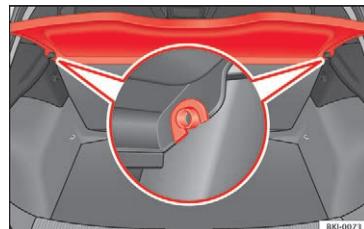

Fig. 141 I bagagerummet: af- og påmontering af bagagerumsafdækning
- Tryk afdækningen ud af holderne i siderne » Fig. 141 ved at trække dem opad og ud.
- Indsæt afdækningen horisontalt, så "hesteskoen" ligger hen over holderens akser » Fig. 141, og tryk afdækningen nedad, indtil den går i hak.